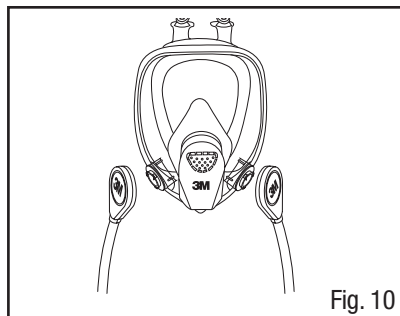

Fig. 10
1. Tenir le masque, logo 3M face à soi. Aligner les deux extrémités du tuyau de respiration avec les deux supports à baïonnette situés sur le masque (Fig. 10). Pour les tuyaux de respiration SA-1500 ou SA-1600 3M^{MC}, s'assurer que le logo 3M qui se trouve sur le tuyau de respiration et sur le masque soient tous deux face à soi. Pour les tuyaux de respiration SA-2500 et SA-2600 3M^{MC} s'assurer que le logo 3M situé sur le tuyau de respiration soit opposé au logo 3M situé sur le masque.